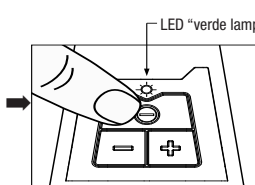

figura 2
- Premere il pulsante di accensione/spegnimento "0" sulla pulsantiera per accendere la levigatrice. L'indicatore LED mostra il colore "verde lampeggiante" dopo l'accensione della levigatrice. - vedi figura 2.